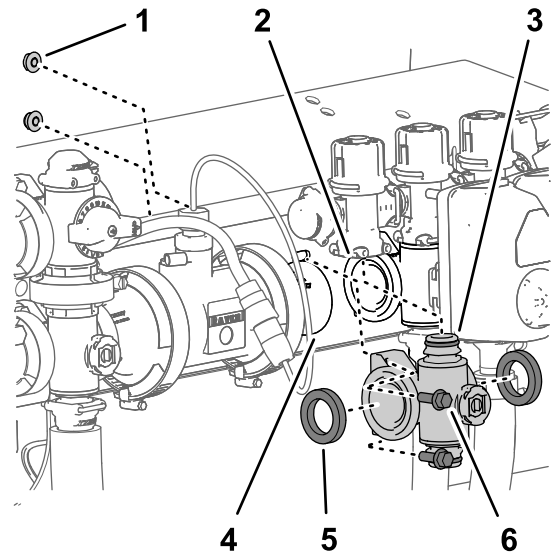
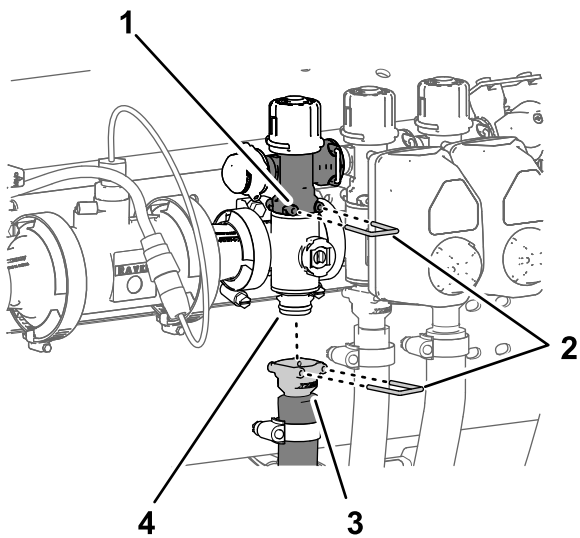

Figura 132
Figura 133
1. Alinhe as 2 juntas que removeu no passo **Remoção da válvula do coletor de secção** (página 91) com as flanges do coletor da válvula de secção (Figura 132).
2. Alinhe a flange do coletor da válvula de secção entre as flanges da outra válvula de secção e/ou adaptador de acoplamento (Figura 132).
3. Monte o encaixe de ligação rápida do coletor da válvula de secção na tomada de desligação rápida da válvula de distribuição da secção com um pino de ligação rápida (Figura 132 e Figura 133).
5. Para os coletores de válvula da secção esquerdo ou direito, monte o coletor da válvula de secção no suporte da válvula (Figura 132) com os 2 parafusos de cabeça flangeada (1/4 pol. x 3/4 pol.) e 2 porcas de bloqueio flangeadas
- Monte o acoplador de ligação rápida do tubo de secção na união de ligação rápida do coletor da válvula de secção com o pino de ligação rápida (Figura 133).